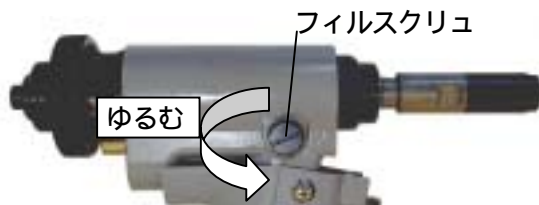

図6-9
- (9) マイナスドライバでフィルスクリュを緩め、余分な油圧オイルと空気(気泡)を除去してください。油圧オイルが出なくなるまで放置した後、フィルスクリュを締め付けてください。(図6-9)